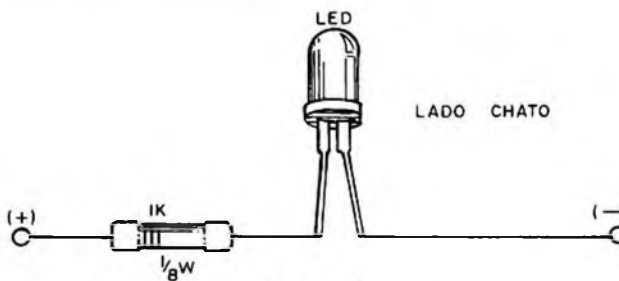

Figura 8
7. Para o caso em que for usada como fonte de alimentação a própria do amplificador, não é preciso de interruptor para este controle de tom ativo. Se for usada bateria, deve ser utilizado um interruptor e preferivelmente também um led para não haver o esquecimento da mesma ligada. Na figura 8 temos a maneira de se fazer a ligação deste led.